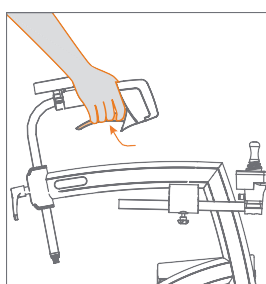

Figura 66:
- Apriete las manetas de freno para frenar (**Figura 66**).